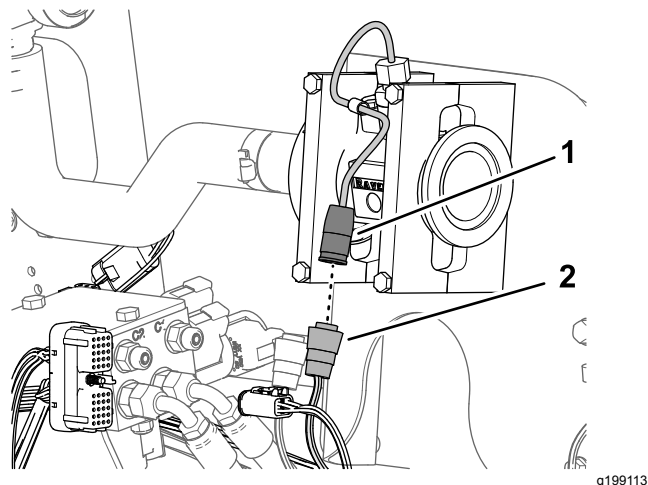

Рисунок 85
1. Подсоедините 3-гнездовой электрический разъем ответвления жгута проводов длиной 89 см с маркировкой FLOW METER (РАСХОДОМЕР) к 3-штыревому разъему расходомера (Рисунок 85).